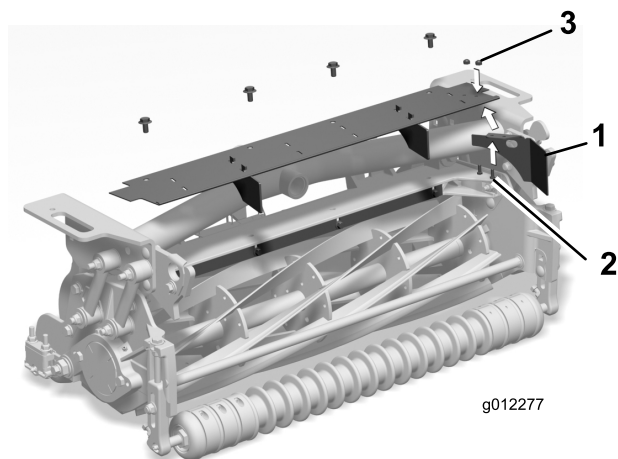

Рисунок 10
2. Установите новый дефлектор на левый конец щитка при помощи 2 винтов (10-24 x 1/2 дюйма) и гаек (10-24 дюйма), как показано на Рисунок 10.